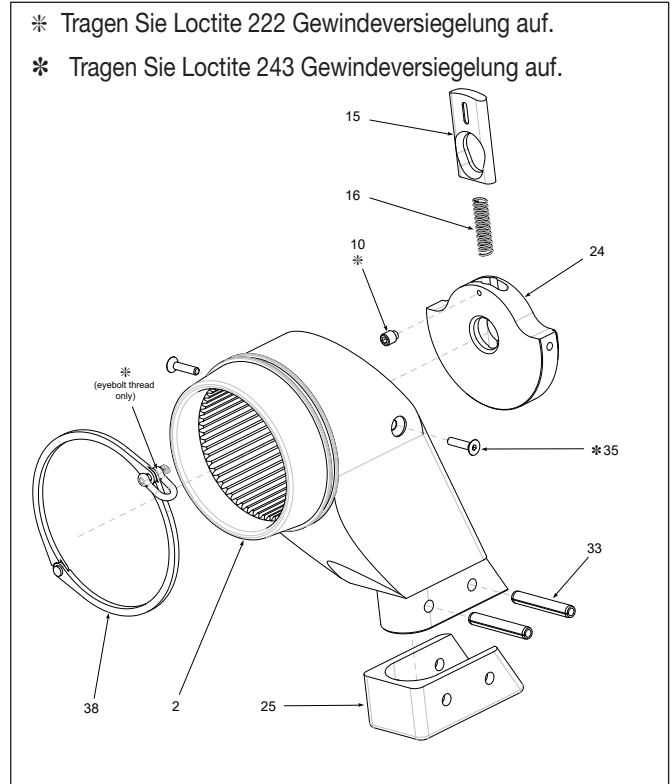

Abbildung 16: Explosionsansicht des Abstützarms
7.2.4 Abstützarm - Aus- und Einbau (Abb. 16)